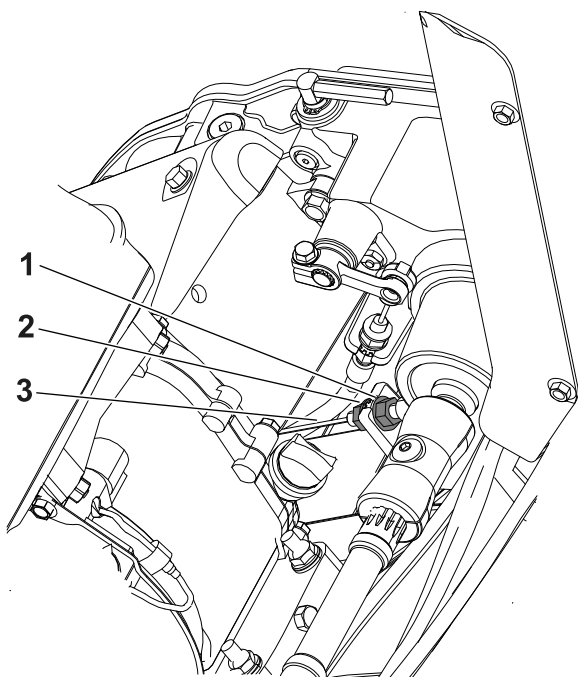

Рисунок 34
2. Ослабьте заднюю зажимную гайку и затяните переднюю зажимную гайку (Рисунок 34).